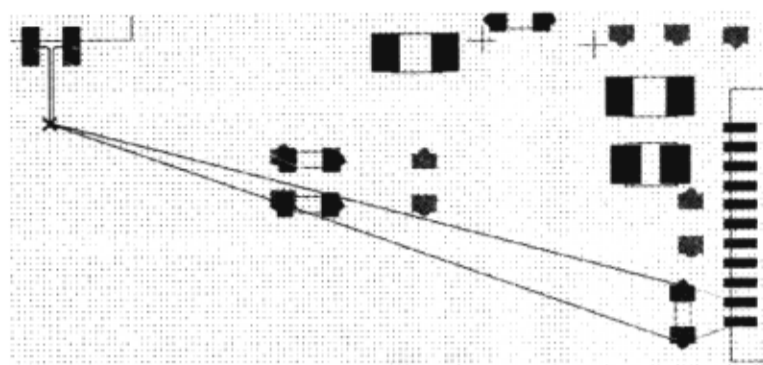

图 6-6-5 开始布线
(6) 单击 U27 的引脚，从指针到目标引脚有 2 个飞线，如图 6-6-5 所示。一个飞线是 LOOPIN\_P，另一个是 LOOPIN\_N，网络名 Loopin\_P 现在显示在“Options”页面，“<V016C030>”显示在“Options”页面的“Via”栏中。